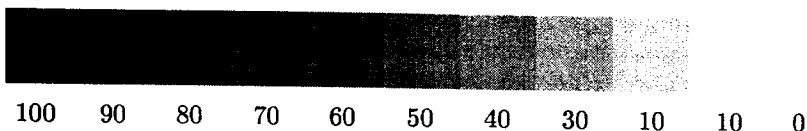

Рис. 2
4. Для передачи на печати различных оттенков серых цветов, используются изображения с разным отношением количества чёрных и белых точек. *Уровнем серого* (или просто серостью) назовём отношение количества чёрных точек к количеству всех точек. Таким образом, уровень 100% будет соответствовать чёрному цвету, а 0% — белому. Используя образцы с известным уровнем серого (рис. 2), определите ширину линии решётки  $A$ . Приведите расчётные формулы.